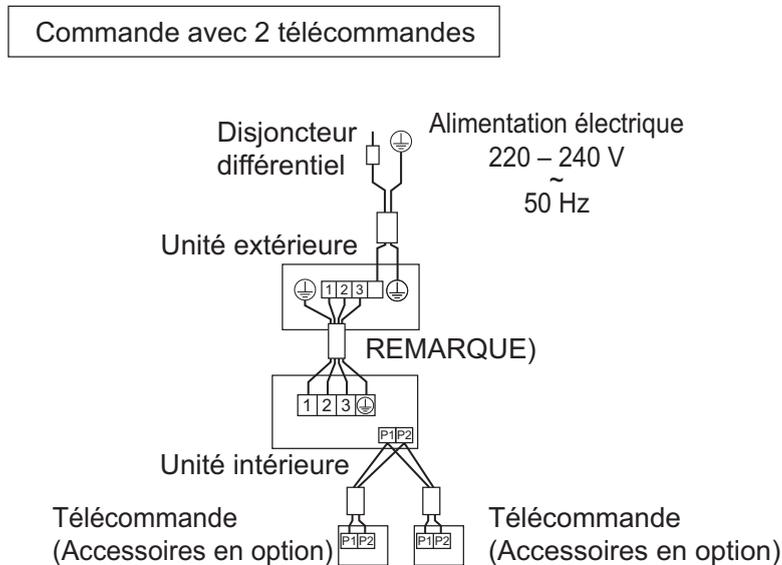

Fig. 45
- **Commande avec 2 télécommandes** : Pour commander 1 unité intérieure avec 2 télécommandes. (Reportez-vous à la Fig. 45)